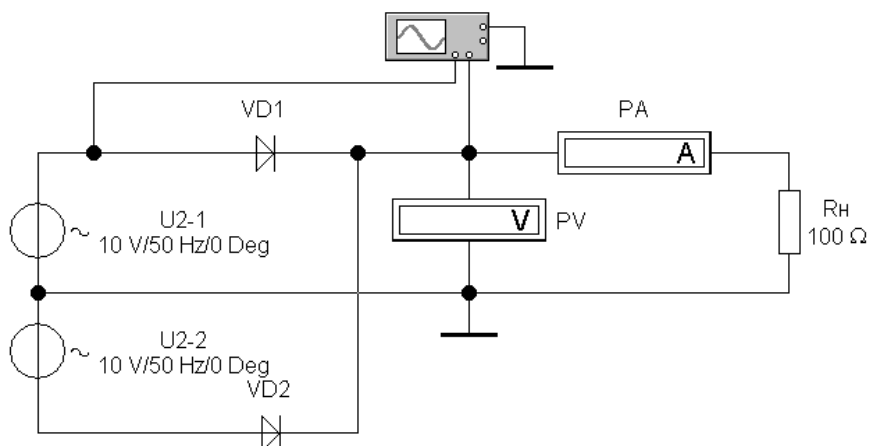

Рисунок 3
- 2.5 Обрати схему для дослідження однофазного двопівперіодного випрямляча з виводом середньої точки вторинної обмотки трансформатора (рис. 3).